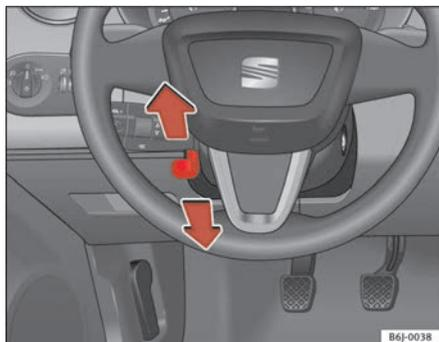

Fig. 91 Regolazione in altezza del volante
- Abbassare la leva ⇒ fig. 91 che si trova sotto il piantone dello sterzo ⇒ ⚠.
- Posizionare il volante nel modo desiderato ⇒ fig. 91.
- Regolare il sedile del conducente o la posizione del volante in modo tale che la distanza tra il volante stesso e lo sterno del conducente sia di almeno 25 cm ⇒ fig. 91. Se la distanza minima non viene rispettata, l'efficacia del sistema degli airbag si riduce, con gravi rischi per l'incolumità delle persone (non escluso quello di morte).